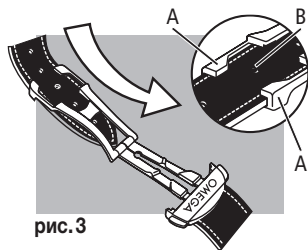

рис. 3
Как отрегулировать длину (рис. 3): Освободите длинный конец ремешка из двух пазов (A) и выньте шип застежки из отверстия (B). Переставьте ремешок в нужном направлении, после чего вставьте шип в отверстие и заправьте ремешок в пазы. Наденьте часы и повторите операцию в случае необходимости.